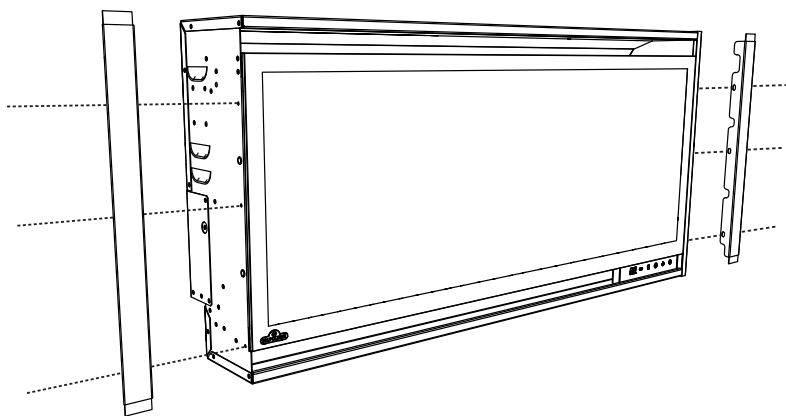

Fig. 1
1. Installez les garnitures gauche et droite et fixez avec les attaches comme indiqué (Figure 1).